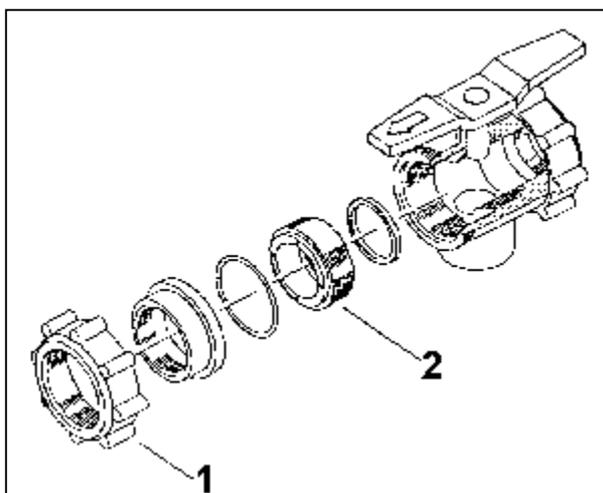
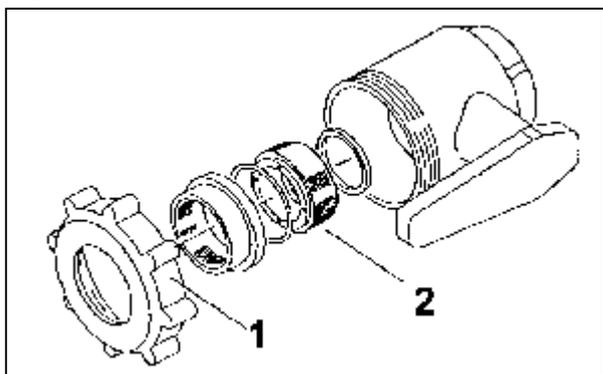

Fig. 106 3-Wegehahn
Fig. 107 Kugelhahn
Einer Schwergängigkeit der **Kugelhähne** (Fig. 106; Fig. 107) kann abgeholfen werden, indem der Stelling (2) oder die Überwurfmutter (1) etwas gelockert werden. Hierzu muss zuerst die Überwurfmutter (1) gelöst werden. Es empfiehlt sich, die Kugel bei Schwergängigkeit zu schmieren.